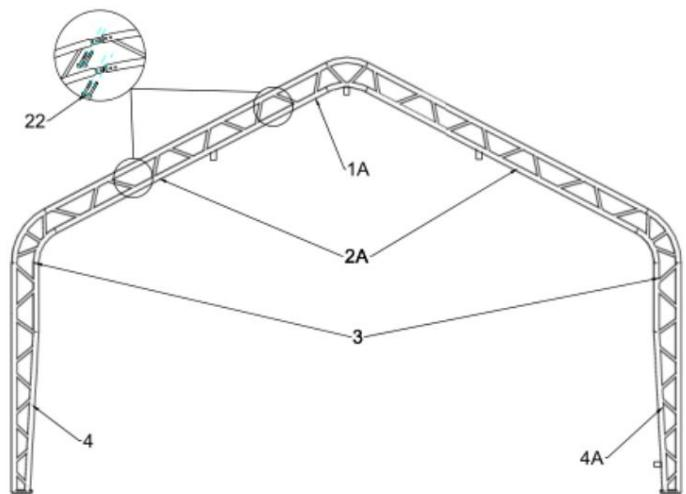
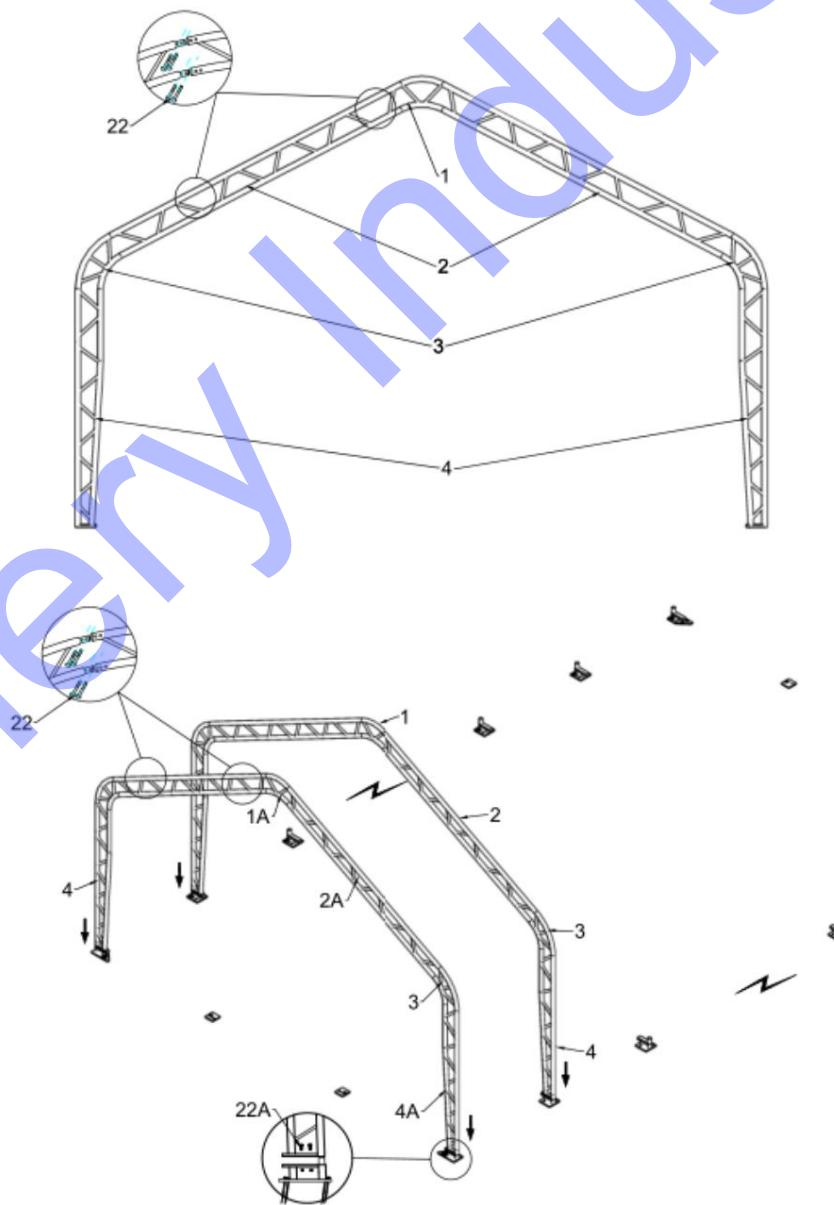
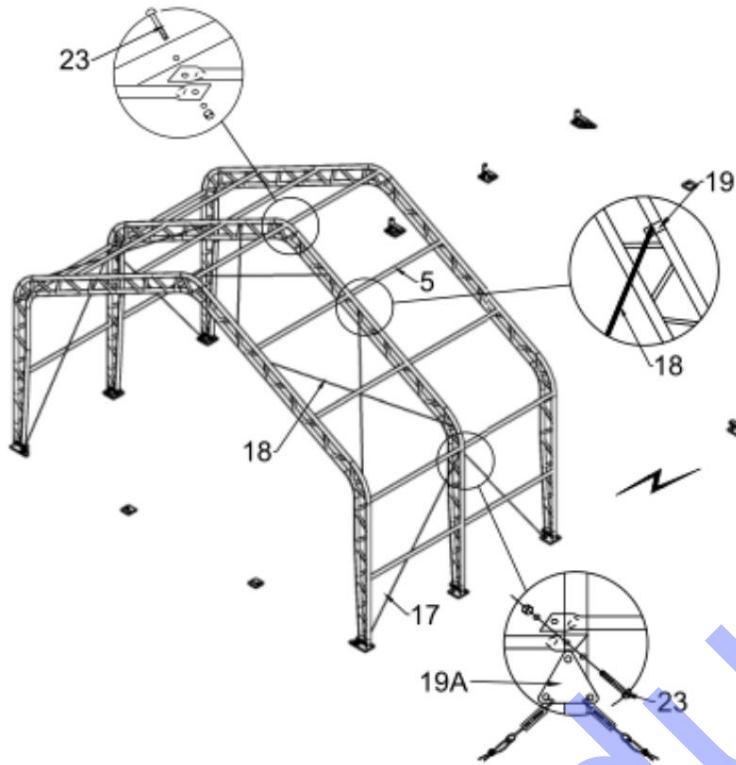

Figure 3
Figure 4
Figure 5
1. La figure 3 montre comment connecter le tube plié de toit pour la porte avant et arrière (n° 1A), le tube plié de paroi latérale pour la porte avant et arrière (n° 2A), le tube plié d'épaule (n° 3), le pied debout (n° 4) et le pied debout pour la porte avant (n° 4A) avec un boulon de carrosserie 8x70 (n° 22), puis placez l'arche dans le tube de la bride de base à l'aide d'un palan (voir la figure 4).
1. La figure 4 montre comment connecter le tube plié du toit (n° 1), le tube plié du mur latéral (n° 2), le tube plié de l'épaule (n° 3) et le pied debout (n° 4) avec le boulon de carrosserie 8x70 (n° 22), puis placer l'arche dans le tube de la bride de base à l'aide d'un palan et assembler chaque groupe d'arches à tour de rôle (voir la figure 5).
2. Connectez la panne (n° 5) à l'arche en utilisant un boulon de carrosserie 10x80 mm (n° 23) à tour de rôle (voir figure 5), puis connectez le fil d'acier (n° 17 et n° 18) sur le dessus et le côté à l'aide du clip (n° 19) (voir figure 5).